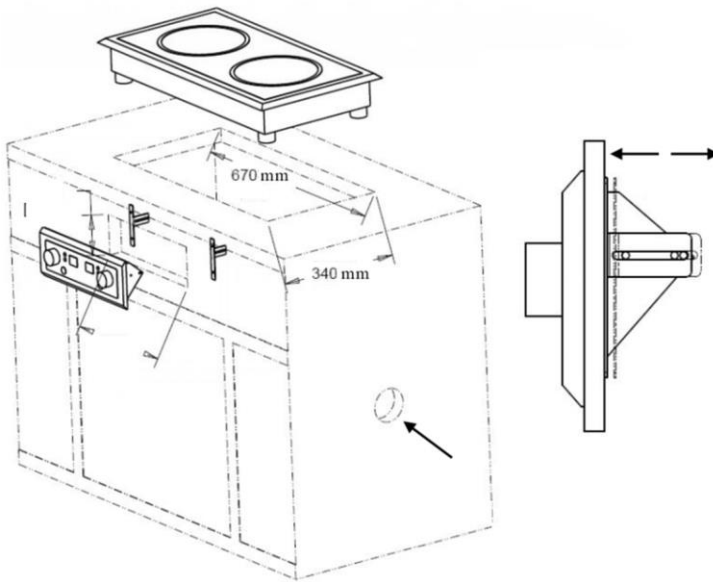

Abb. 2
3. Der Ausschnitt für den Einbau des Gerätes muss folgende Abmessungen haben: 670 mm Länge und 340 mm Breite (Abb. 2).
Sollte der Induktionskocher in einen Schrank eingebaut werden, müssen Lüftungsöffnungen installiert sein (Abb. 2).